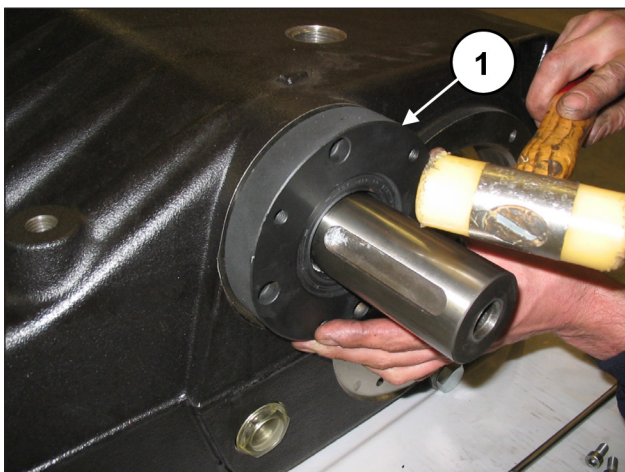
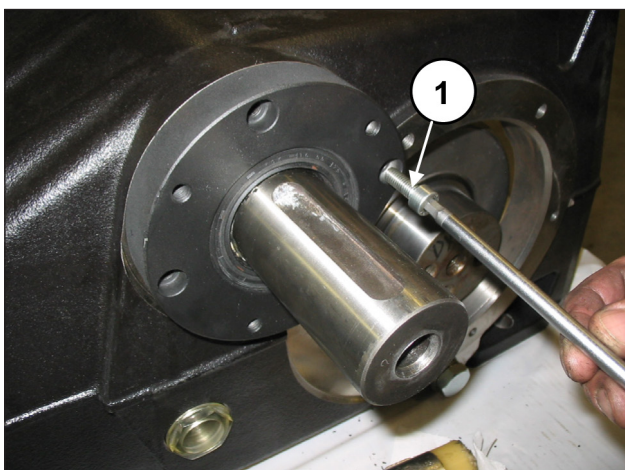

Abb. 68
Abb. 69
Montieren Sie einen ersten Zapfwellen-Lagerdeckel (rechts oder links) samt Ölabstreifring an das Pumpengehäuse mithilfe des Werkzeugs Art. 27539500 (Pos. ①, Abb. 68) und befestigen Sie den Deckel anhand von 4 Schrauben M8x30 (Pos. ①, Abb. 69).
Montieren Sie den fehlenden Zapfwellen-Lagerdeckel an das Pumpengehäuse (Pos. ①, Abb. 68) und befestigen Sie den Deckel anhand von 4 Schrauben M8x30 (Pos. ①, Abb. 69).